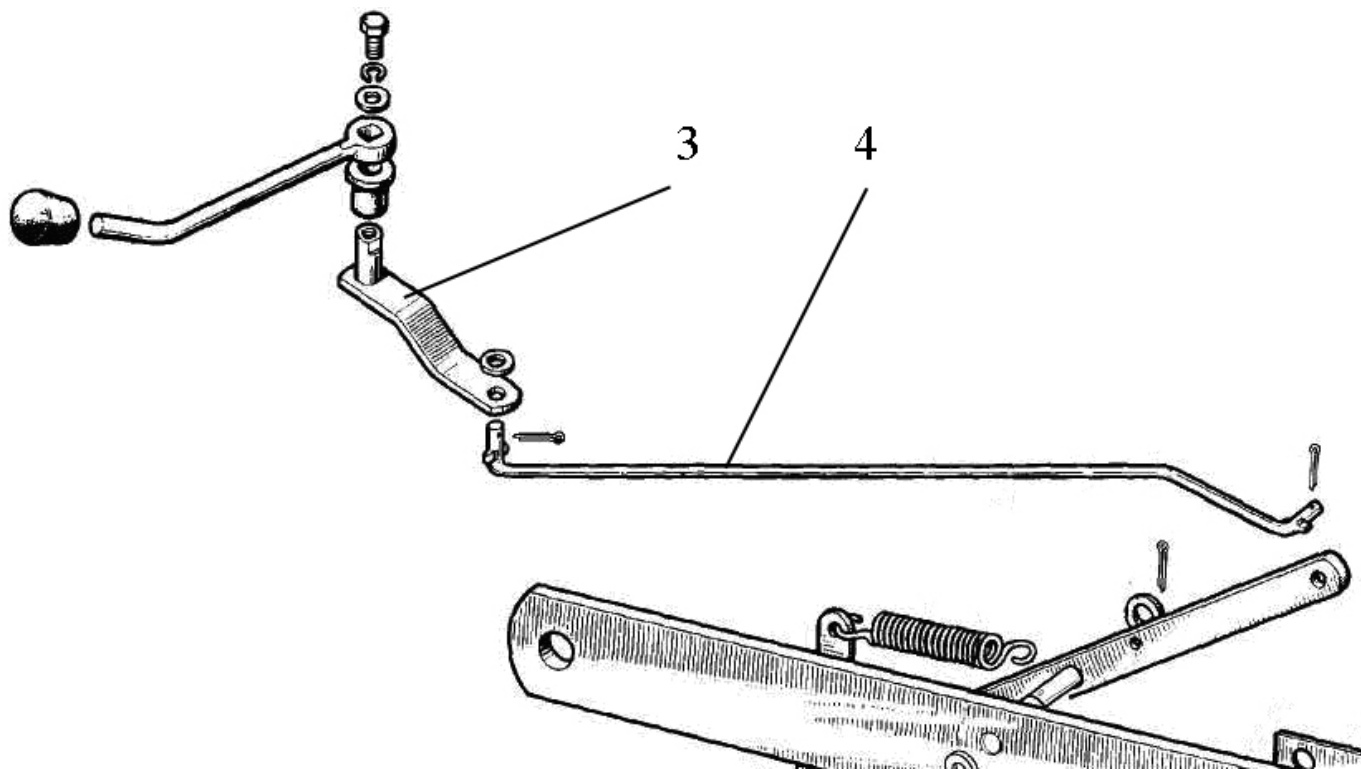

Рисунок 7.3
10) для демонтажа механизма фиксации НУ – отсоедините рычаг (3) (рисунок 7.3), расположенный под сидением оператора, от тяги (4);